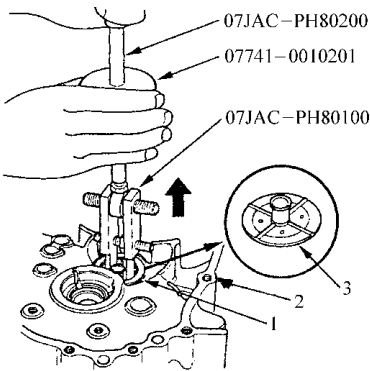

图 4-103 拆卸滚针轴承
- 1) 如图 4-103 所示，借助专用工具，拆卸滚针轴承，然后拆卸机油导板。